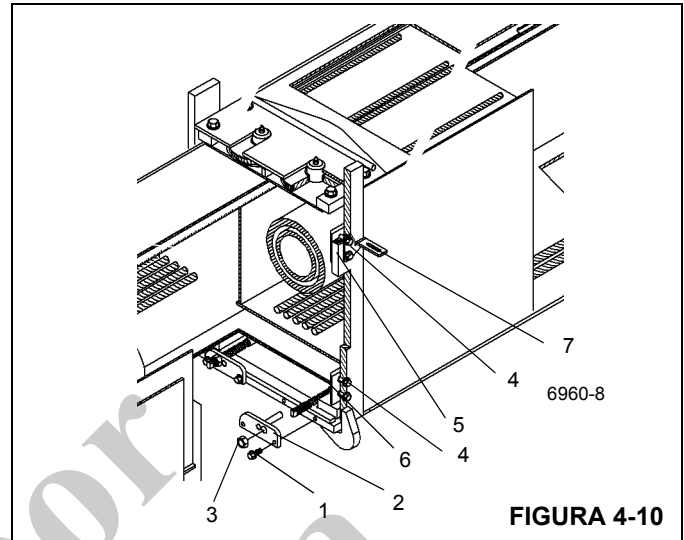

FIGURA 4-10
9. Saque los pernos y las arandelas (1) que fijan las placas de anclaje (2) del cable de retracción de la sección de extremo a la parte delantera inferior de la sección central interior. Retire las contratuercas de cables y retire las placas de anclaje (3) de los cables Figura 4-10.
10. Saque los tornillos y las arandelas (4) que fijan cada almohadilla de desgaste lateral superior (5) e inferior (6) a la parte delantera de la sección central interior Figura 4-10. Retire las almohadillas de desgaste, los suplementos y la escuadra de montaje (parte superior del lado izquierdo solamente) (7).